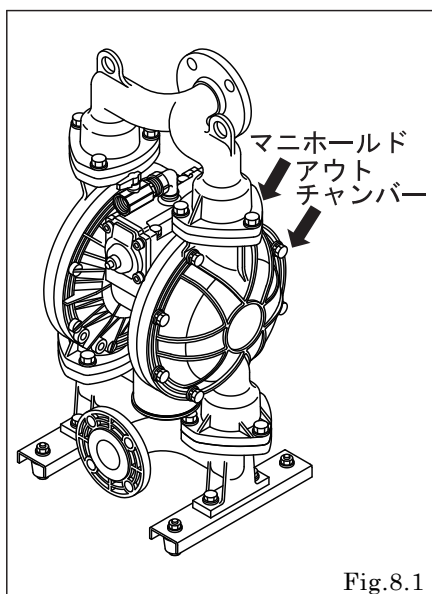

Fig.8.1
- ・増し締めは、「アウトチャンバー」「マニホールド」の順で行う。〔Fig.8.1〕